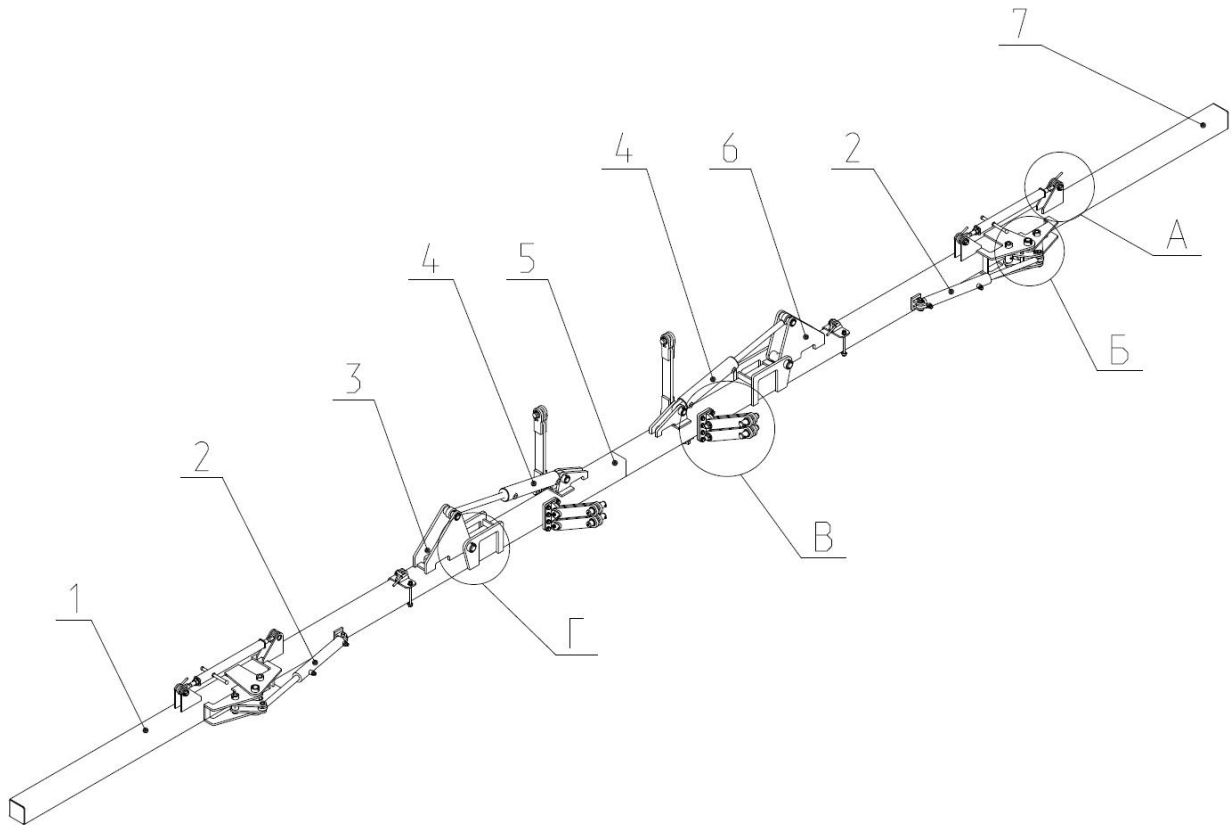

Рис.3 ИП 00.210 Носитель секций
2.1.3. Носитель секций (рис.3) предназначен для размещения рабочих органов и состоит из центральной 1, боковых секций 2 и крыла секций 3 соединенных шарнирно осями. перевод в рабочее положение и транспортное осуществляется гидроцилиндрами 4, 5. Носитель секции устанавливается на снице посредством двух тяг 6 и четырех планок 7 (рис. ).
2.1.5 Тележка в сборе (рис. 6) состоит: из рамы 2 на которой крепится мост 1, обвязка 6, емкость 3. Тележка соединяется со сницей через фланцы болтами (рис. 3).